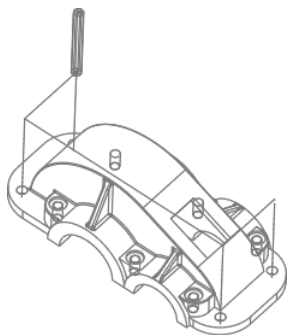
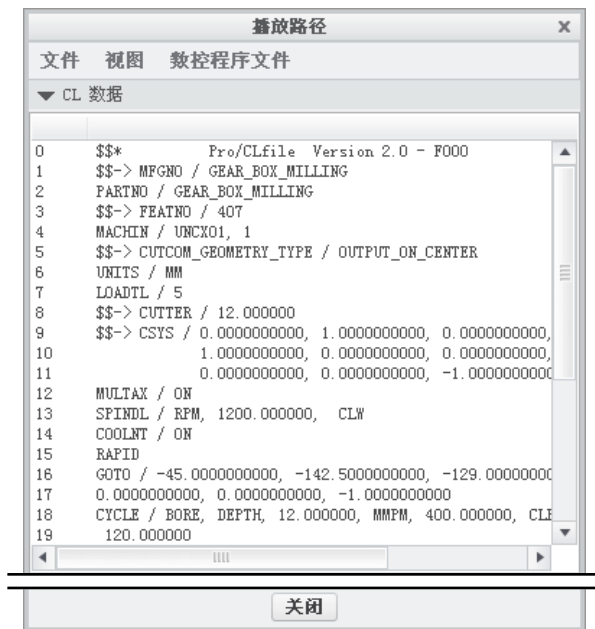

图 10.2.58 刀具路径
图 10.2.59 查看 CL 数据
Step2. 单击“播放路径”对话框中的按钮，观测刀具的行走路线，如图 10.2.58 所示；单击CL 数据 栏打开窗口查看生成的 CL 数据，如图 10.2.59 所示。